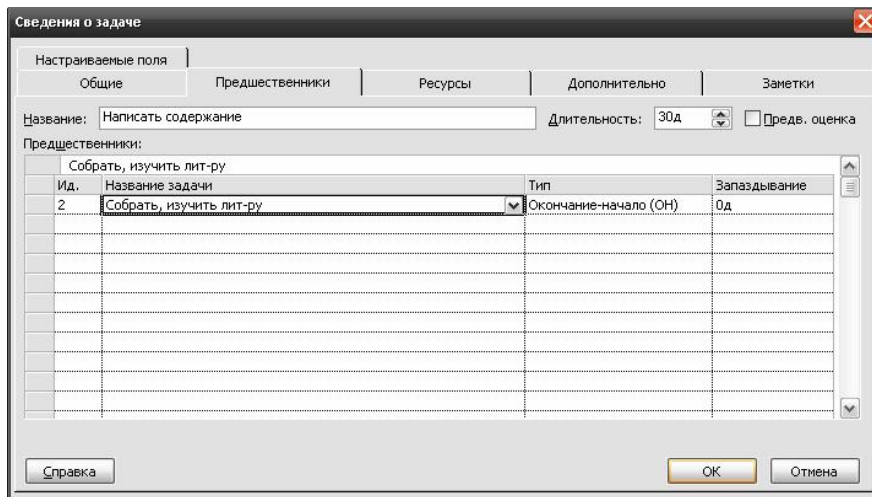

Рис. 16
На закладке *Предшественники* (рис. 16) установлен тип связи с предшествующей работой *Окончание-Начало* (FS), т.е. работа стартует только после финиша предшественника (см. раздел 7.2). В поле *Запаздывание* можно вводить задержки/опережения работ, например, 5д есть FS+5.